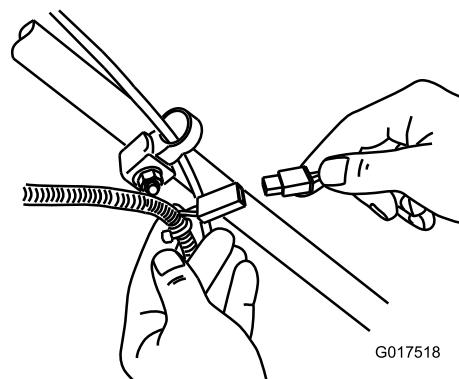

Bild 34
1. Schließen Sie das Ladegerät an den Kabelbaum an, der sich unter dem Zündschloss befindet (**Bild 34**).